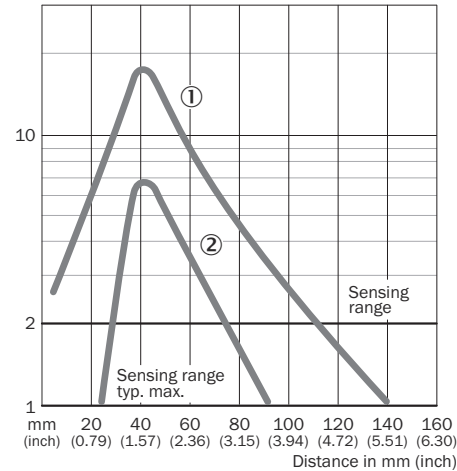

Figura 3: Forma construtiva axial VTF180-2
Verificar as condições de uso: comparar a distância entre sensor e fundo, altura mínima dos objetos bem como o percentual de reflexão difusa do fundo e do objeto com base no respectivo gráfico (ver figura 3, página 131) (x = distância de comutação, y = altura mínima dos objetos. Percentual de reflexão difusa: 18% = cinza ②, 90% = branco ① (com base no branco padrão de acordo com a norma DIN 5033).